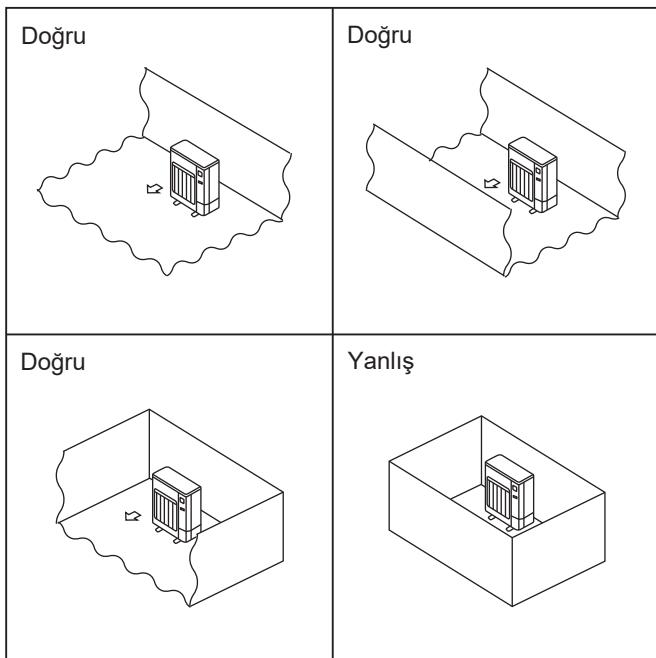

Fig. 2-2
- ◎ Dış üniteleri, dört yanından en az bir tanesi açık olan ve çukurlar olmayan yeterince geniş bir alana yerleştirin. (Fig. 2-2)